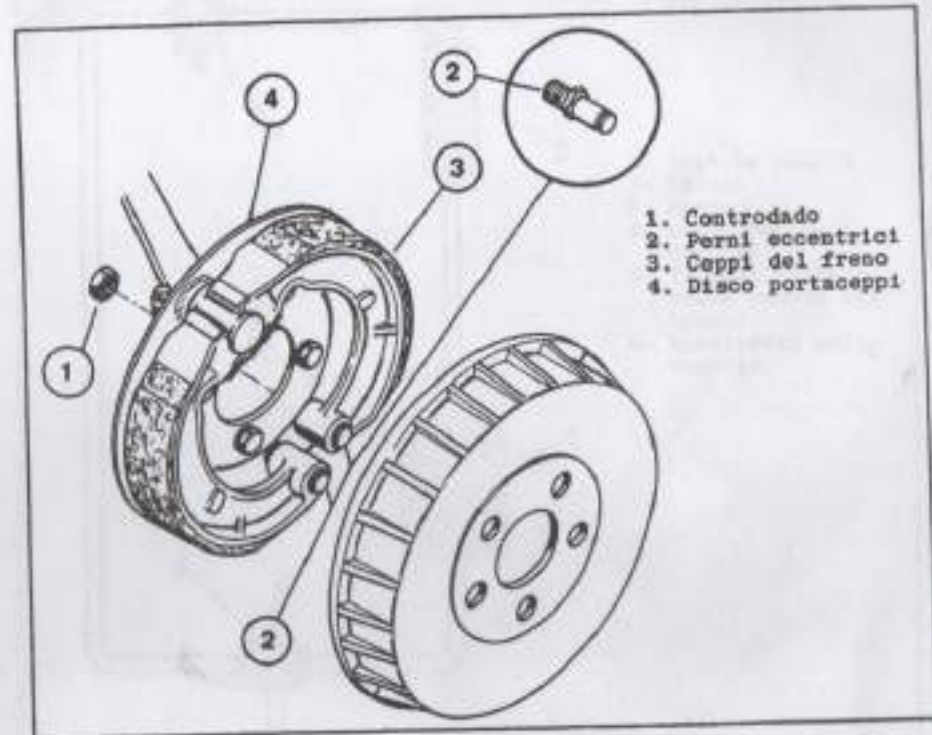

Fig. 16. Regolazione ceppi dei freni
Qualora la regolazione del tirante non fosse sufficiente, è necessario smontare il tamburo del freno e controllare le condizioni delle guarnizioni d'attrito (ferodi). Se l'usura delle guarnizioni d'attrito non è eccessiva, allentare il controchiodo (fig. 16, particolare 1) e ruotare i perni eccentrici (2) in modo da portare i ceppi (3) a filo con la circonferenza del disco portaceppi (4). Quindi stringere a fondo il controchiodo (1).